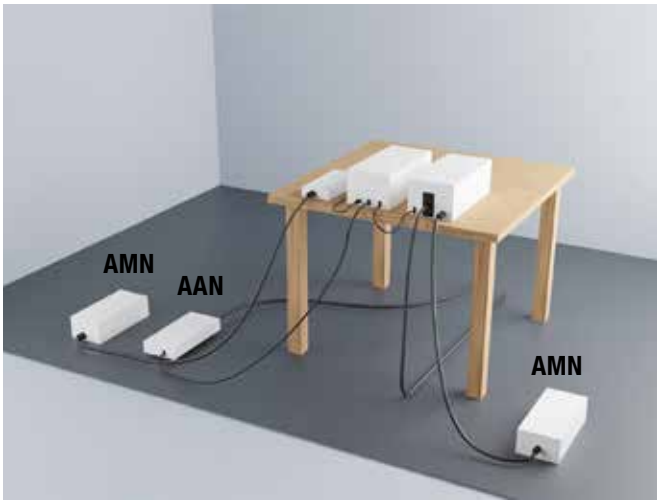
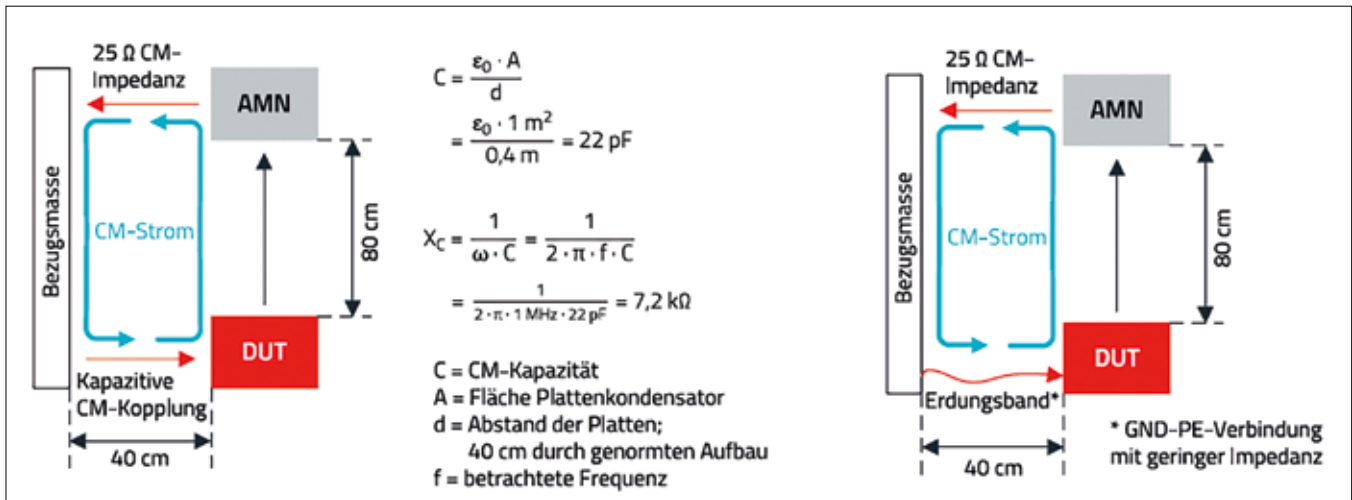

Abbildung 1: Aufbau der leitungsgeführten Störaussendungsprüfung nach CISPR 16-2-1
Abbildung 2: Schleifenimpedanz bei der Prüfung der leitungsgeführten Störaussendung
Abstand von 40 cm zum Prüfling befindet, messen. In der Abbildung 1 sieht man durch die vertikale Referenzmasseplatte (40 cm Abstand zum Prüfling) auf den Prüfaufbau. Die Netzschaltgeräten befinden sich in einem Abstand von 80 cm zum Prüfling. Die Abbildung 2 zeigt die relevanten Distanzen nochmals in zweidimensionaler Ansicht. Alle verwendeten Netzschaltgeräten sind mit 50Ω , entweder durch die Impedanz des Messempfängers oder mittels externen Widerstands, abzuschließen
Soll für den Prüfling ein geeigneter Common Mode Netzfilter entworfen werden, müssen die Schleifenimpedanzen im Prüfaufbau verstanden werden. Die Abbildung 2 gibt einen Überblick über die Impedanzen im Prüfaufbau.
- Prüfling hat keine weiteren Schnittstellen und koppelt über die Streukapazität. Anhand des Beispiels aus Abbildung 2 ergibt sich somit eine Streukapazität von 22 pF bei einer Koppelfläche des Prüflings von 1 m^2 . Dies wurde aus der Plattenkondensatorformel hergeleitet.
Common Mode Störer entstehen vor allem in Netzteilen mit galvanischer Trennung durch die Streukapazität des Trafos (Flyback Übertrager). Die Leistungselektronik schaltet schnelle Taktflanken und erzeugt so eine sich schnell ändernde Spannung (dV / dt). Durch die Koppelkapazität zwischen Primär- und Sekundärseite koppeln so Common Mode Störungen in das System nach Abbildung 2. Die Störquelle ist über die parasitäre Koppelkapazität des Trafos zur Sekundärseite des Netzteils verbunden und generiert so Common-Mode Störungen. Ein gängiger Weg zur Reduktion dieser Common Mode Störer in der Schaltung ist der Einsatz von Kondensatoren zwischen Primär- und Sekundärseite des Trafos. Hierbei werden meist spannungsfeste Y-Kondensatoren genutzt, deren Kapazität laut Daumenregel einen Faktor 100 höher sein sollten als die Streukapazität des Trafos. Eine geringe Streukapazität des Trafos reduziert die Kapazität der benötigten Kondensatoren von Primär- nach Sekundärseite, senkt die Einkopplung des Common Mode Störstroms und reduziert somit auch den gesamten Filteraufwand. Ähnliche Effekte sind auch bei Motor – Inverter-Systemen zu beachten – Stichwort Motorstreu-kapazität.
Aus der Diskussion über Common Mode Schleifenimpedanzen nach Abbildung 2 geht hervor, dass bei Prüflingen mit großer Fläche die Koppelkapazität trotzdem klein ist und sich dadurch eine sehr große Schleifenimpedanz ergibt. Das Erhöhen der Impedanz des Filters ist daher nicht zielführend. Vielmehr sollte man die Störung im Netzteil halten und eine